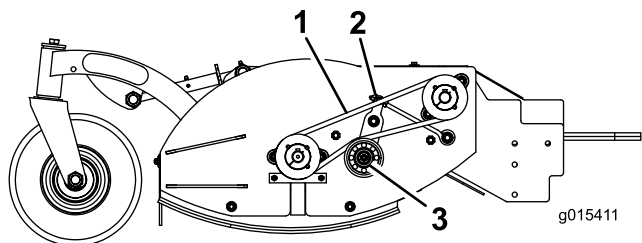

Bild 9
Führen Sie eine Sichtprüfung des Riemens (**Bild 9**) auf Schmutz, Verschleiß, Risse und/oder Anzeichen von Überhitzung durch.
Die richtige Spannung des Mähwerksriemens beträgt 2 kg Kraft, um den Riemen in der Mitte der längsten Spannweite um 13 mm auszulenken (**Bild 9**).
- A. Lösen Sie die Sicherungsmutter (**Bild 9**).